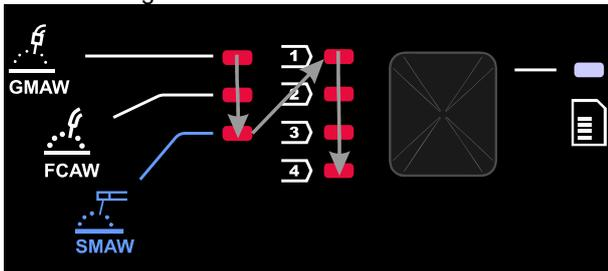

Abbildung 8
- Drücken Sie erneut die linke Taste [30], die die Schweißprogrammanzeige (41 oder 42) wechselt zum nächsten Programm in der in Abbildung 8 gezeigten Reihenfolge.